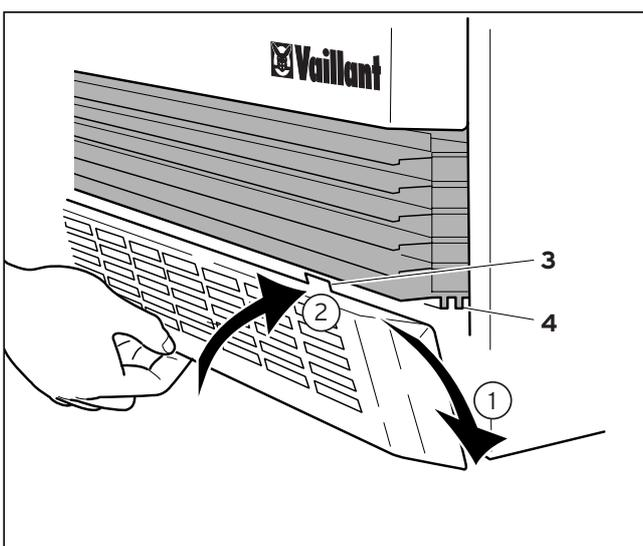

Abb. 4.5 Luftgitter einsetzen
- Rasten sie das Lufteintrittsgitter unten über die Noppen ein und haken es mit den beiden Nasen (3) oben in die Rille (4) des Luftaustrittsgitters ein (Abb. 4.5).